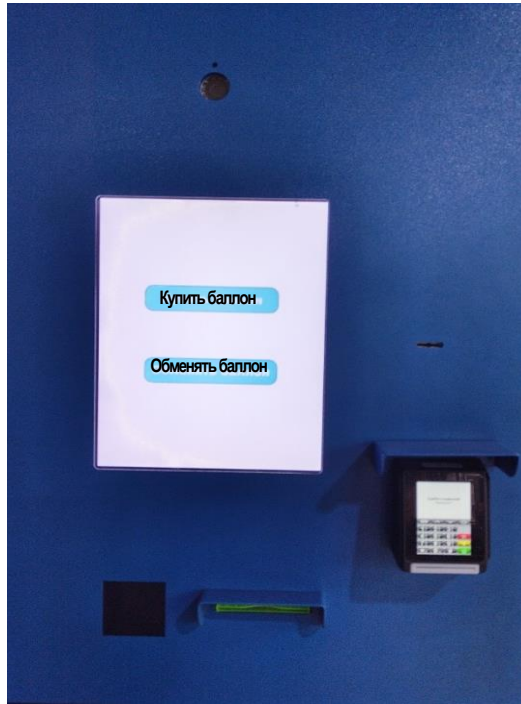
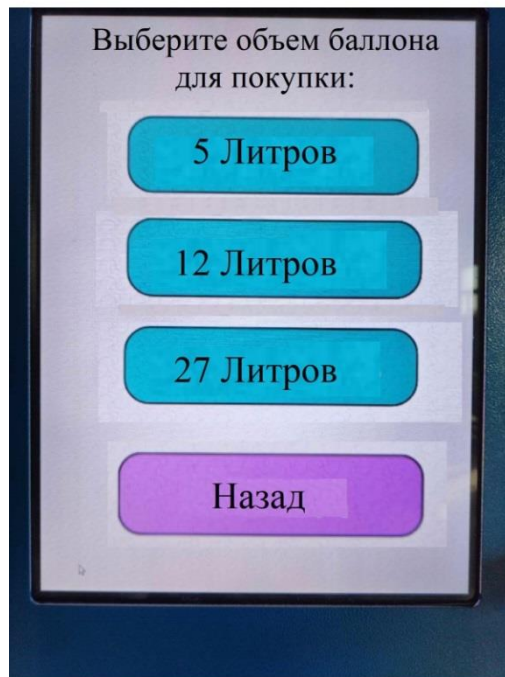

Рисунок 4 - Главное меню
Рисунок 5 - Меню выбора баллона для покупки
6.4 После сделанного выбора купить баллон/обменять баллон (рисунок 4) далее предлагается выбрать объем баллона (рисунок 5).